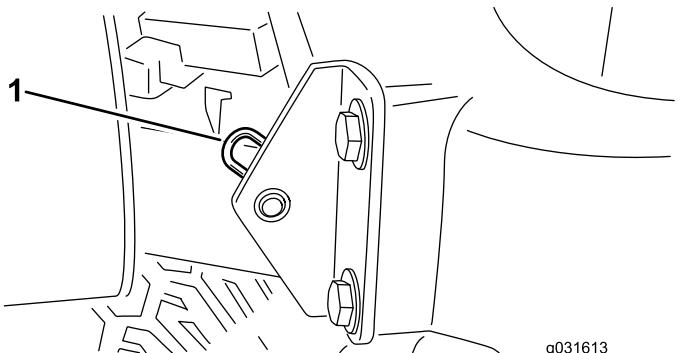

Figura 60
2. Tire o perno de gancho que fixa a articulação do capot aos suportes de montagem (Figura 60).